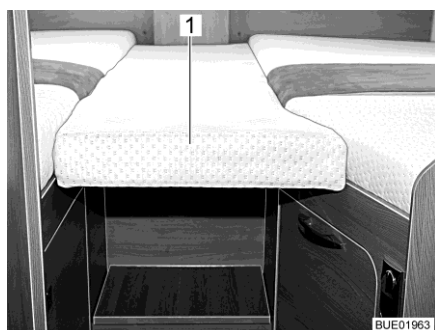
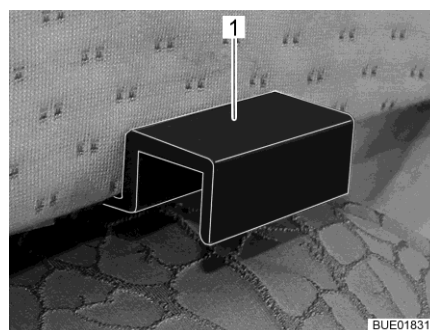

Bild 115 Extra dyna
Bild 116 Fäste extra dynor
- Häng extra dynan (Bild 115,1) med fästena (Bild 116,1) så att det blir en stängd sängyta i enkelsängarnas öppning.